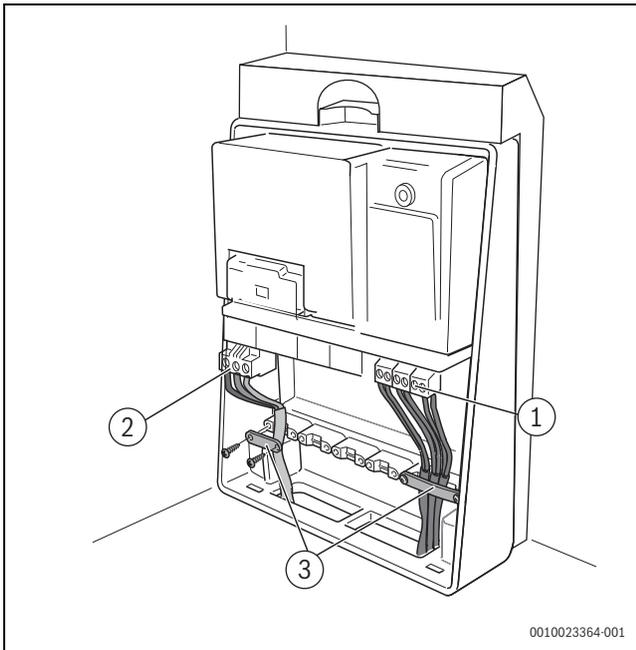

Fig. 48 Monter le collier de câble
- ▶ Utiliser pour le second module le raccord du câble secteur 230 V_{CA} du premier module. Pour cela, utiliser le câble joint au module (→ fig. 48, [4], page).